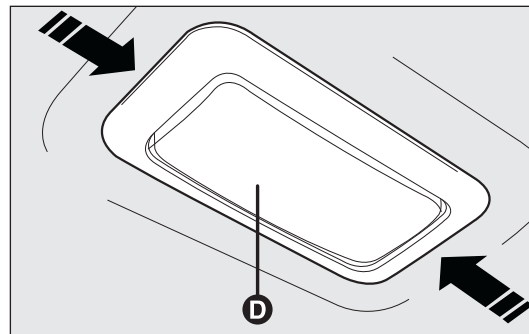

fig. 177
- ☐ agir sur les points indiqués par les flèches et enlever le plafonnier D-fig. 177 ;
- ☐ refermer le volet de protection E et réinsérer le plafonnier D-fig. 177 dans son logement en s'assurant de son blocage.